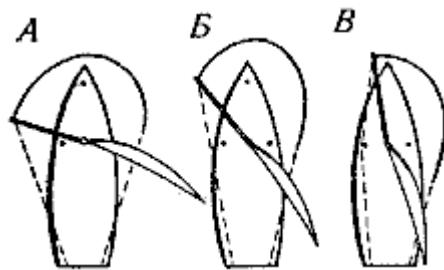

Рис. 114. Схема несения спинакера на разных курсах
**На курсе фордевинд** спинакер надо нести так, чтобы спинакер-гик почти касался наветренных вант (**рис. 114, А**), а шкот потравить как можно больше: спинакер должен уйти вперед и принять возможно более «пузатую» форму, а спинакер-гик — продолжать линию грота-гика с наветренной стороны мачты.
**На курсе бакштаг** нести спинакер легче, так как он работает даже в слабый ветер и меньше загораживается гротом. Брас травят таким образом, чтобы спинакер-гик стоял между вантами и штагом. На курсе крутой бакштаг вместе со спинакером можно нести и стаксель, хотя заставить его работать нелегко (**рис. 114, Б**)
**На курсе галфвинд** спинакер-гик стравливают до штага (**рис. 114, В**). Спинакер на этом курсе очень мешает работе грота, кренит яхту и нижней шкаториной цепляет за волны. Поэтому для галфвинаша шьют специальные спинакеры (более плоской формы и меньшего размера).